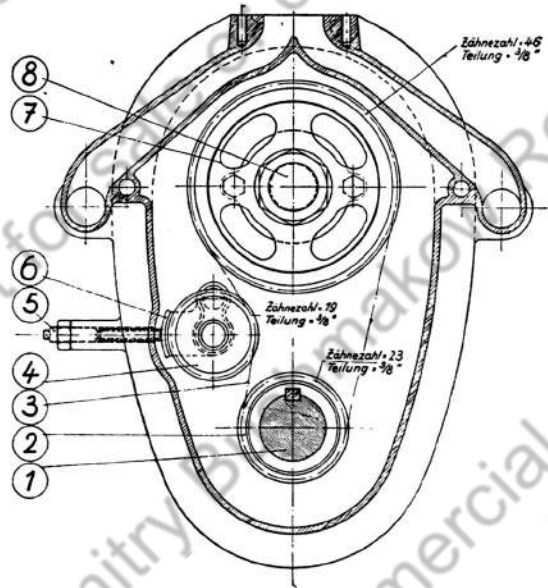

Bild 25. Schema des Nockenwellenantriebes
Da die Antriebskette einem gewissen Verschleiß unterliegt und durch ihre Lockerung Geräusche eintreten können, ist eine Spannvorrichtung für die Antriebskette vorgesehen. Diese Spannvorrichtung besteht aus einem Spannrad (4 Bild 25), das durch eine Spannschraube (5) mit Gegenmutter gegen die Kette gedrückt werden kann. Die Spannschraube wird bis zum Festwerden mit einem Schlüssel angezogen und dann eine Umdrehung zurückgedreht. Wenn das Nachspannen der Kette erfolgt ist, muß die Gegenmutter wieder angezogen werden. Die Anordnung des Spannrades mit der Spannschraube ist aus der schematischen Zeichnung (Bild 25) ersichtlich.